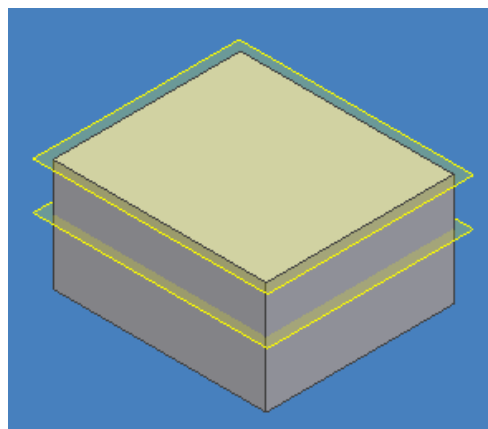

Figura 3.41 Resultado final del movimiento del plano de trabajo.
- Introduzca un valor numérico, sea positivo ó negativo, según la dirección del desplazamiento y presione ENTER para finalizar, figura 3.41